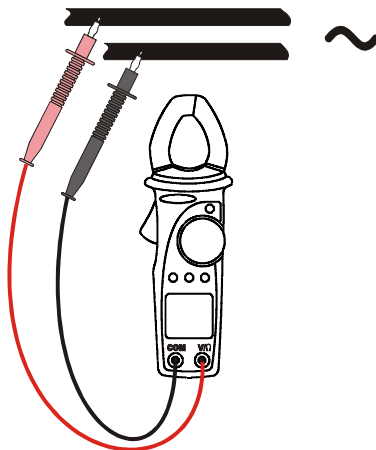

Fig. 7: análisis armónicos del voltaje
4. Posicione las puntas de prueba en el punto deseado del circuito en examen (ver la Fig. 7). El instrumento visualizará el símbolo "**THD%**" correspondiente a la medida porcentual de la Distorsión Armónica Total de la voltaje en examen (para conocer el significado de los parámetros medidos vea el capítulo 8).